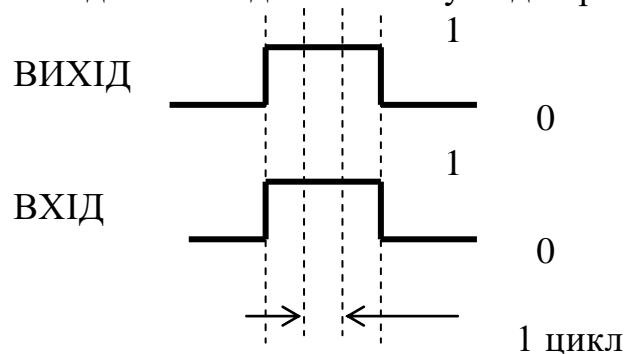

Рисунок 2.6.1 – Графік функції нормально відкритого контакту
- контакт “**нормально відкритий**” – призначений для цифрової змінної (типу ВІТ). Зв'язок між входом і виходом контакту згідно рис. 2.6.1: